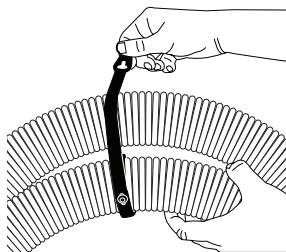
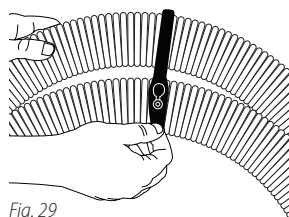

Fig. 28
Fig. 29
62. Inserte el botón #1 dentro del ojal #1 **Fig.28.** (esto puede ser difícil en un principio), continúe enrollando la correa de la manguera **19** alrededor de la manguera **12**. **Fig. 28.** Inserte el botón #2 dentro del ojal #2. **Fig. 29.**